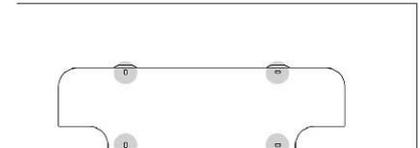

Fig.6
- La piastra deve essere fissata alla parete nella posizione prescelta mediante quattro tasselli con viti (in dotazione) (fig. 6). E' possibile utilizzare anche un altro tipo di tasselli (di diametro 8 mm) purché le viti di fissaggio siano del tipo con testa svasata. Nel caso il fissaggio fosse su una parete di legno utilizzare viti idonee di 5.5 mm ma sempre con testa svasata.